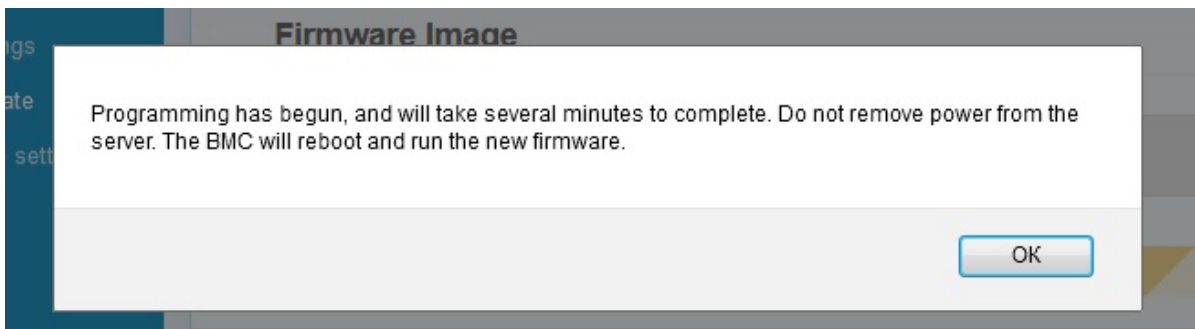

Рис. 78. Окно процесса установки обновления
- 6) После нажатия кнопки «UPLOAD FIRMWARE» появиться окно установки обновления. Окно показано на рис. 78 Окно процесса установки обновления